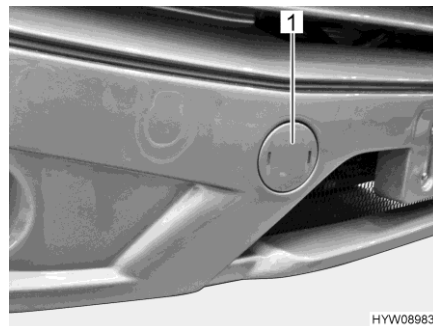

Fig. 43 Copertura (alloggiamento dell'occhione di traino)
- Rimuovere la copertura (Fig. 43,1) mediante un cacciavite.